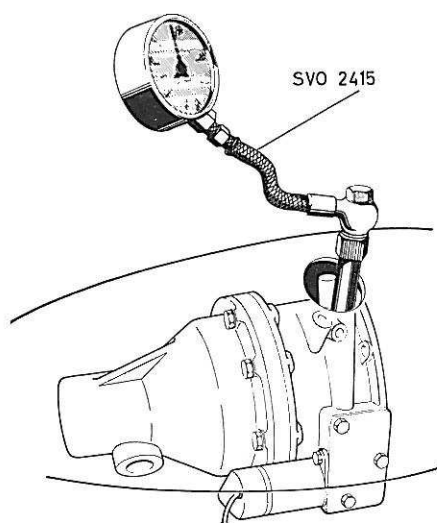

Fig. 8. Vérification de la pression d'huile
2. Enlever le bouchon du clapet de commande et brancher le manomètre d'huile SVO 2415, voir Fig. 8. Remarque: Le ressort (49), la goupille (52) et la bille (53) doivent rester en position normale.